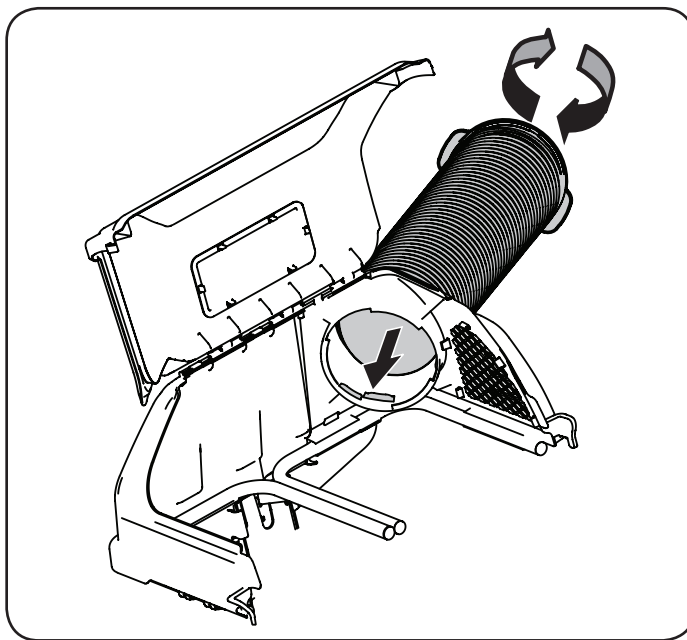

Figura 23
1. Enrosque el lado final superior del tubo del canal en forma segura, en el soporte superior del canal. Existen dos lengüetas en el lado bajo interno del soporte del canal superior que permiten un enrosque seguro. Consulte la Figura 23.